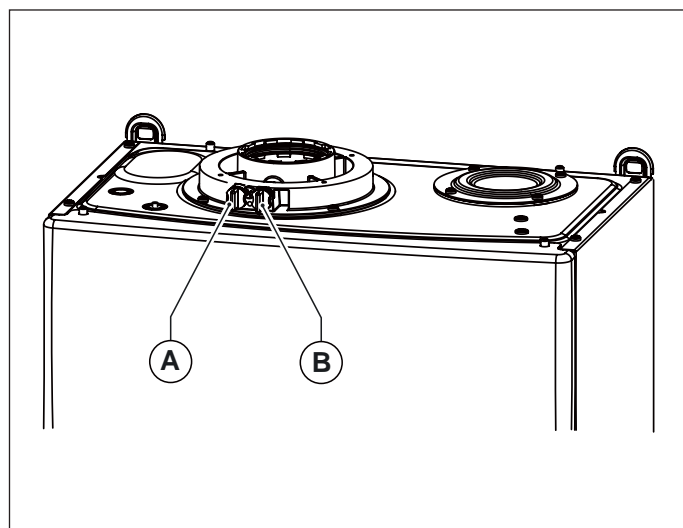
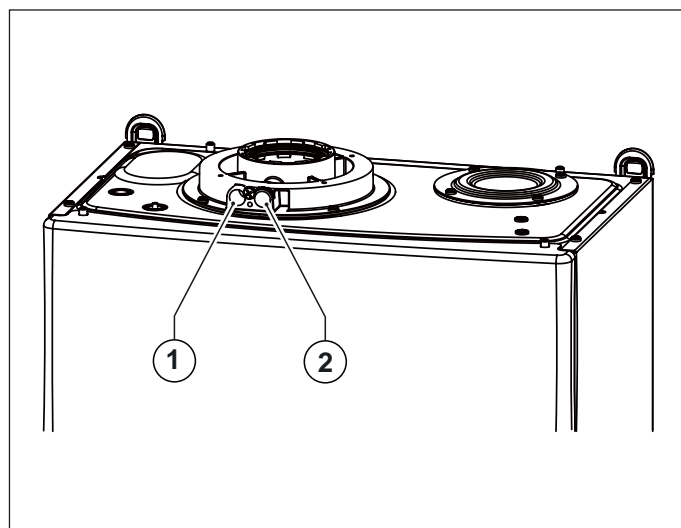

Fig. 20 Posición tapones
Fig. 21 Posición orificios
La caldera cuenta con una torre para la conexión de la tubería de aspiración del aire/evacuación de humos (ver Fig. 20 Posición tapones y Fig. 21 Posición orificios).
En la torre han sido preparados orificios para el acceso directo del aire de combustión y a la evacuación de los humos (ver Fig. 21 Posición orificios).
Antes de efectuar las mediciones quitar los tapones **A** y **B** de los orificios preparados sobre la torre (ver Fig. 20 Posición tapones).
- medida del aire comburente tomada en el agujero específico **1** (ver Fig. 21 Posición orificios).
- medición de la temperatura de los humos y del CO₂ tomada en el orificio **2** (ver Fig. 21 Posición orificios).